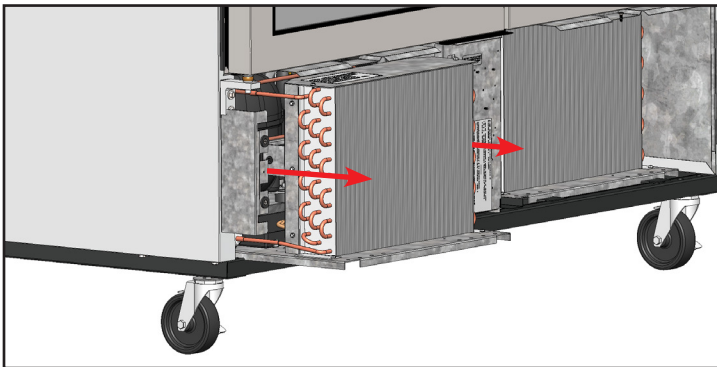

Abb. 7. Schieben Sie die Kondensationseinheit vorsichtig heraus.
7. Schieben Sie die Kondensationseinheit vorsichtig heraus (Leitungsverbindungen sind flexibel). Blasen Sie vorsichtig Druckluft oder CO₂ durch die Rohrschlange, bis sie sauber ist. Siehe Abb. 7.